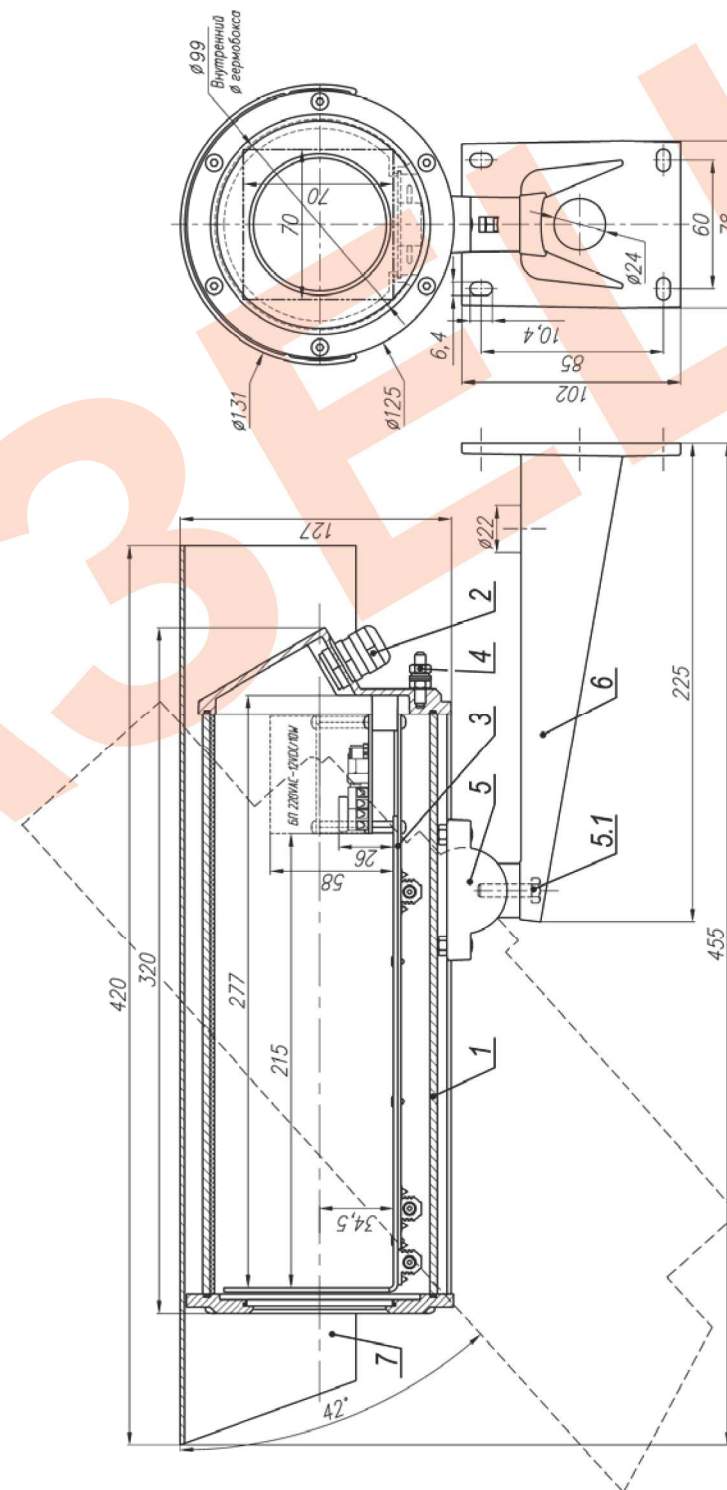

Рис.1 Состав и габаритно-установочные размеры ТГБ-7 ТВ
2. Выдвинуть модуль видеокамеры (поз.3 рис.1) из кожуха.
8. Ослабив болт фиксации шарнира (поз.5.1 рис.1), установить гермобокс на нужное направление обзора, после чего надежно зафиксировать шарнир затянув болт.
9. Заземлить гермобокс с помощью болта заземления (поз.4 рис.1).
| 10    | Габаритные размеры                                  | см. рис.1   |   |   |  |                         |               |
В состав изделия входят (см. рис.1):